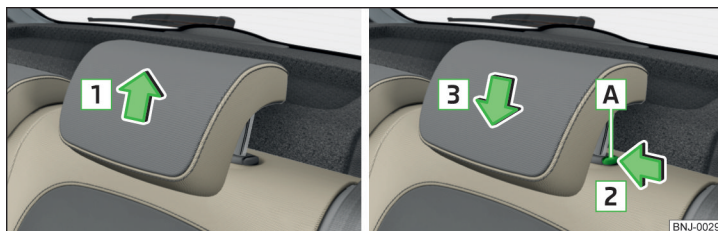

Fig. 73 Ajustar la altura del reposacabezas
- Tomar el reposacabezas y desplazarlo **hacia arriba** en sentido de la flecha **1** » fig. 73.